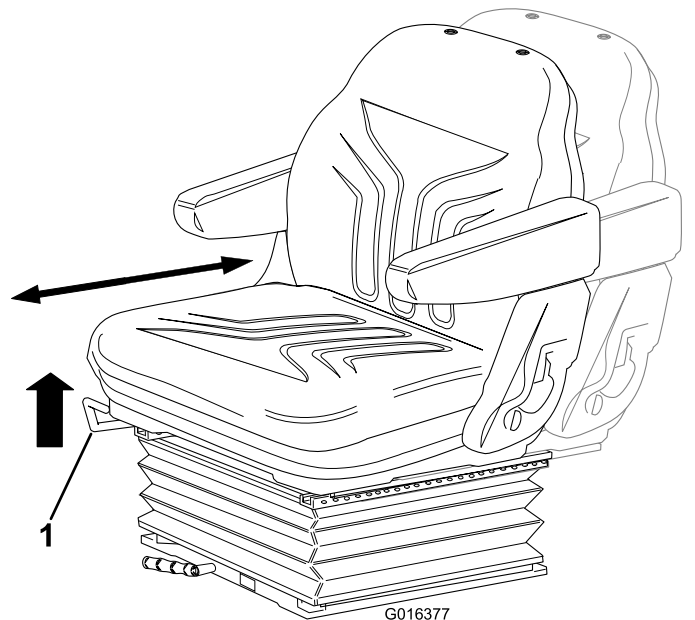

Figure 7
- **Réglage avant/arrière** : déplacez le levier vers le haut pour régler la position avant/arrière du siège. Relâchez le levier pour bloquer le siège en position (Figure 7).